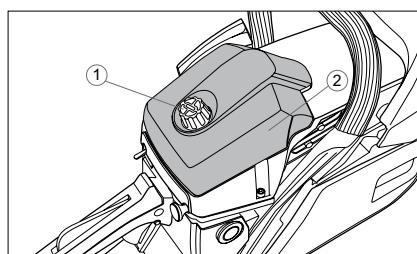

Fig. 24
1. Svitare il fermo 1 (fig.24) e rimuovere il coperchio del filtro dell'aria 2.